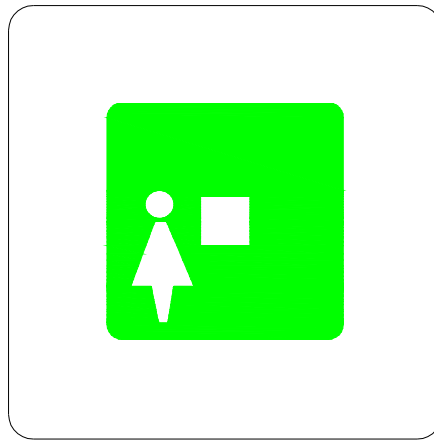

Рисунок 12 – Кнопка присутствия К – 01П
-кнопка присутствия/сброса К-01П (рисунок 12) имеет на клавише наклейку зеленого цвета и пиктограммой изображающей медсестру;